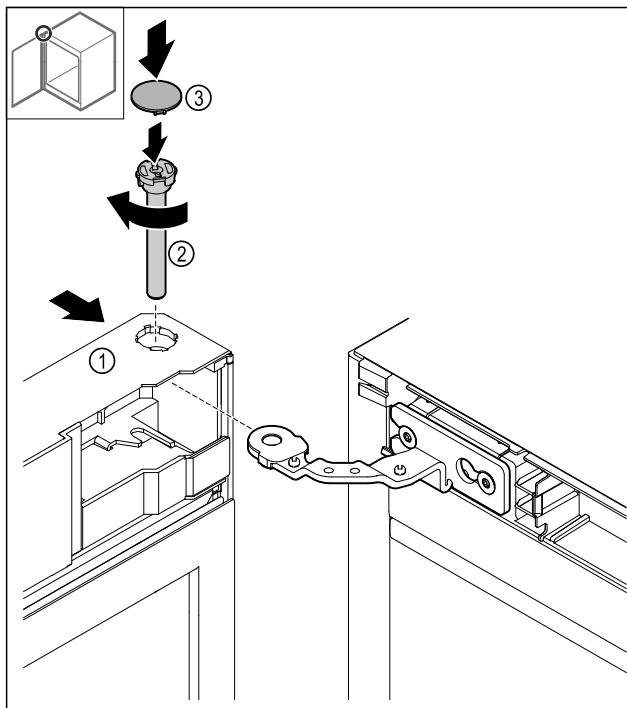

Fig. 50
- Tür Fig. 50 (1) oben auf das Scharnier schieben.
- Bolzen Fig. 50 (2) einstecken und im Uhrzeigersinn festdrehen.
- Abdeckung Fig. 50 (4) aufsetzen.